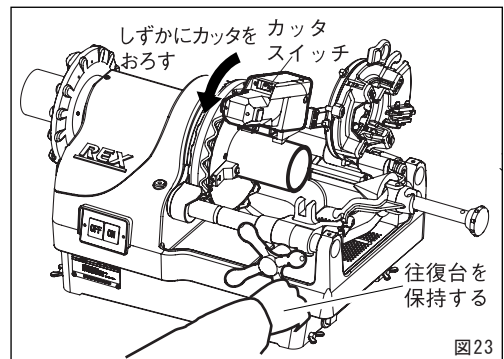

図23
- ③ パイプが回転をはじめたらカッタのスイッチをONにして、カッタをしずかにパイプにのせてください。切れ目が入り安定するまで往復台は保持しておきます。(図23)